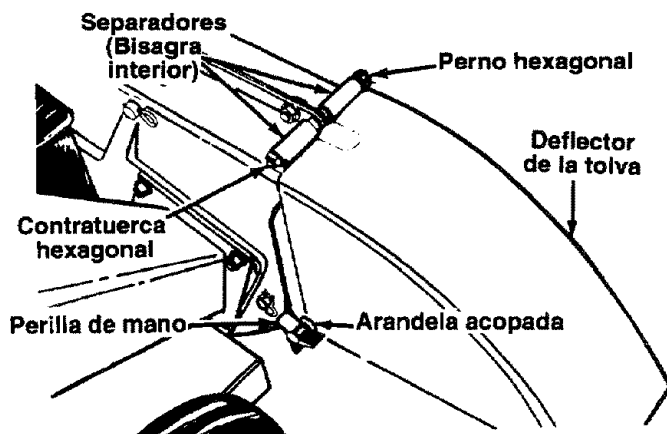

FIGURA 1.
- Coloque el deflector de la canaleta en posición en la abertura de descarga. Inserte el perno hexagonal y separador en la bisagra en el deflector y cubierta de la canaleta (el separador calza dentro de la bisagra). Vea la figura 1.